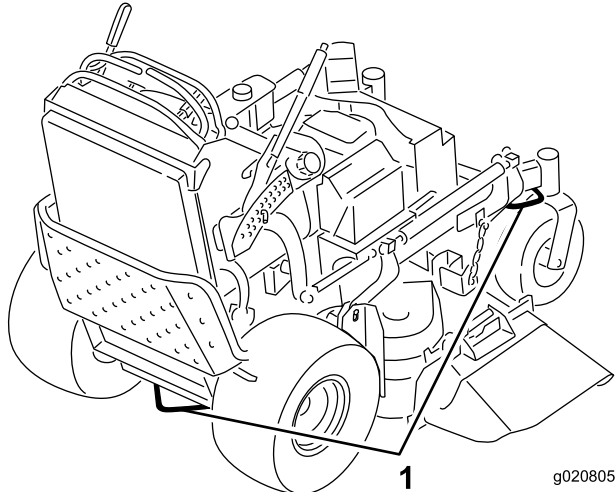

Bild 25
6. Befestigen Sie die Maschine mit den Metallvergurtungsschleifen und Riemen, Ketten, Kabel oder Seilen am Anhänger oder Pritschenwagen (Bild 25).